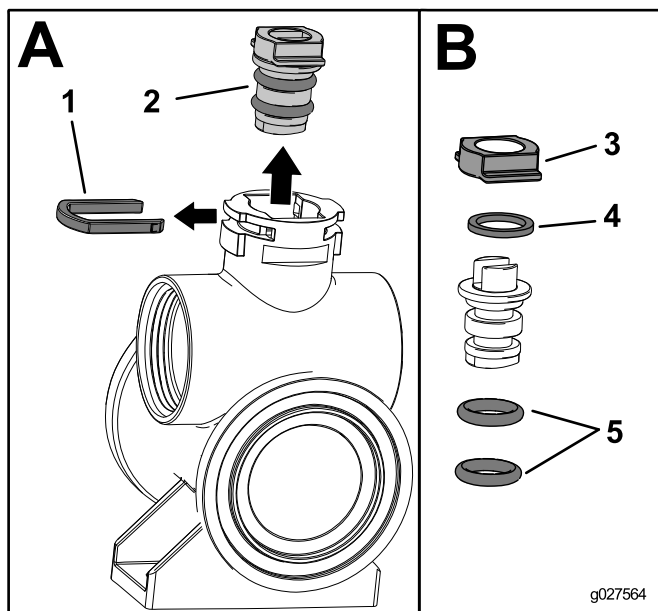

Figura 3
13. Retire el clip de retención del vástago (Figura 3, A).
14. Introduzca un dedo en el cuerpo de la válvula y retire el conjunto del vástago (Figura 3, A).
15. Retire el retenedor del vástago, la arandela de empuje y las 2 juntas tóricas del vástago de la válvula (Figura 3, B).